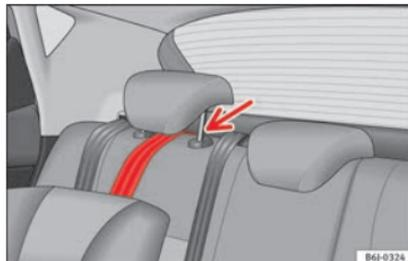

Fig. 68 Sangle de fixation : réglage et montage corrects.
- Dirigez la sangle de fixation du Top Tether sous l'appuie-tête de la banquette arrière **» fig. 68** (soulevez l'appuie-tête si nécessaire).